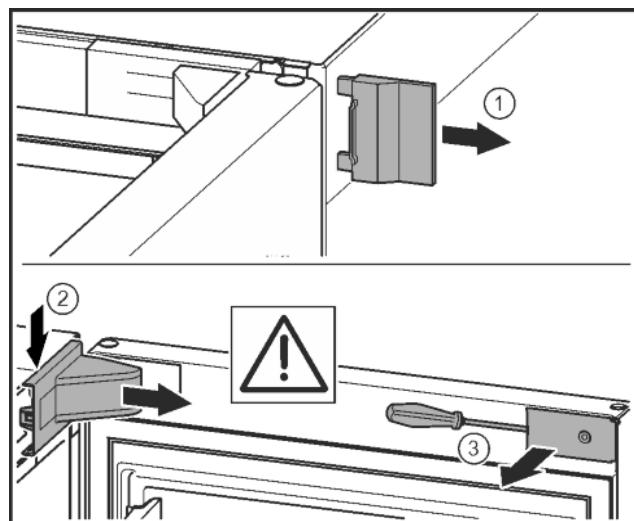

Fig. 10*
- Skinite vanjski pokrov. Fig. 10 (1)*
- Otkopčajte i otpustite pokrov podloška ležaja. Skinite pokrov podloška ležaja. Fig. 10 (2)*
- Odvijačem s prorezom otkopčajte masku i zakrenite je u stranu. Fig. 10 (3)*